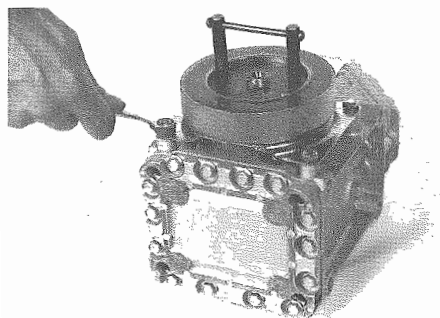

Fig. 4 - Centrare il solenoide
- Centrare il solenoide sull'albero del compressore con l'attrezzo (**Fig. 4**).
- Using tool (**Fig. 4**) center the solenoid on the compressor shaft.